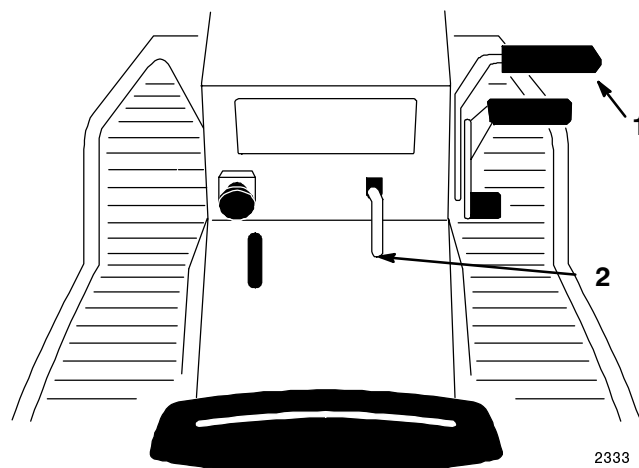

Bild 2
1. Drücken Sie das Bremspedal (Bild 2) herunter und halten es in der gedrückten Position.
2. Ziehen Sie den Feststellbremshebel (Bild 2) hoch und nehmen den Fuß nach und nach vom Bremspedal. Das Bremspedal sollte in seiner heruntergedrückten (gesperrten) Position bleiben.
1. Drücken Sie das Bremspedal (Bild 2) herunter. Der Feststellbremshebel sollte sich lösen.